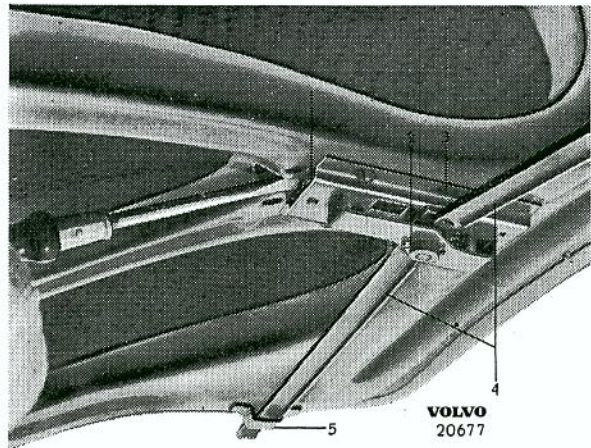

Bild 13. Demontering av bagagelucksås.
Om hårdare anliggnig önskas mot gummitätningen vid nedre kanten och sidornas nedre del, ändras detta, genom att man med en tennslägga driver låsstängernas (4, bild 13) yttre ända och ledskenor (5) mot luckan.